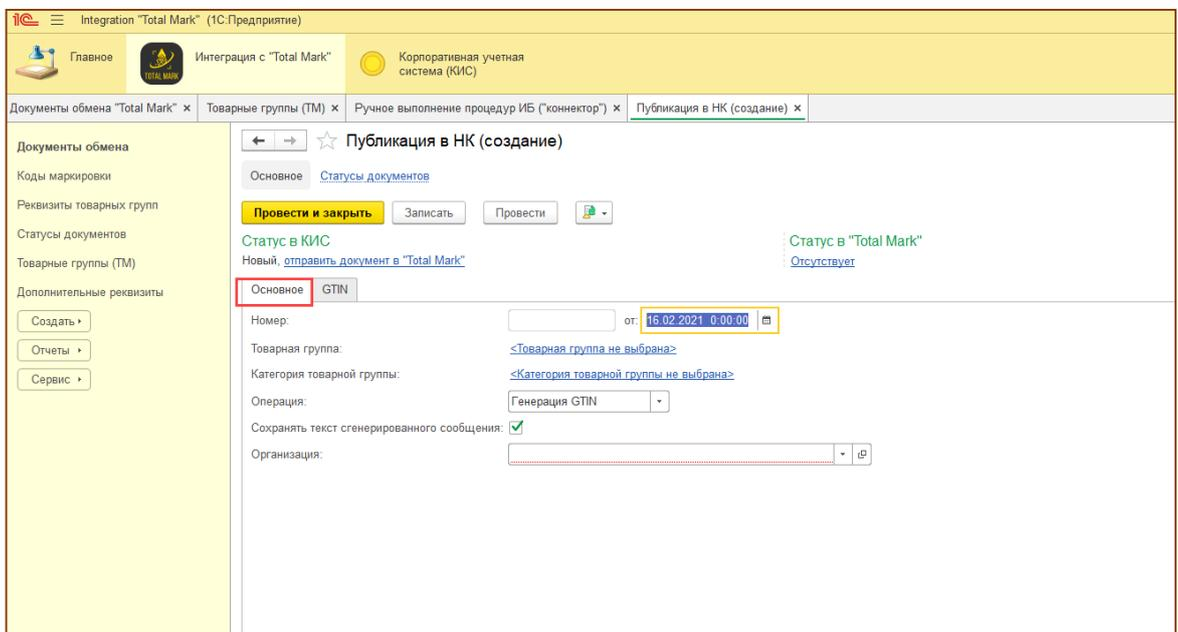

Рис. 5-3 - Публикация в НК
2. В документе требуется заполнить реквизиты на вкладке «Основное»: (Товарную группу, Категорию товарной группы, Операцию и Организацию) (Рис. 5-3);